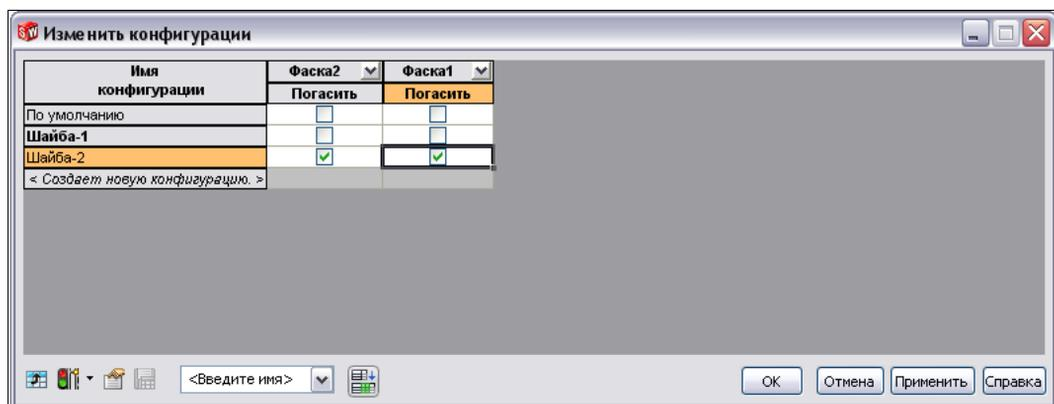

Рис. 3.42
- В контекстном меню правой кнопки мыши в разделе **Элементы** выберем команду  — **Свойства конфигурации**. В результате на экране откроется диалоговое окно **Изменить конфигурации** (рис. 3.42).
- Создадим новую конфигурацию, для этого активизируем строку **<Создает новую конфигурацию>** в таблице и введем имя новой конфигурации — Шайба-2 (рис. 3.42). В строке конфигурации Шайба-2 поставим флажки **Фаска1** и **Фаска2** — в новой конфигурации данные элементы будут погашены (рис. 3.42).